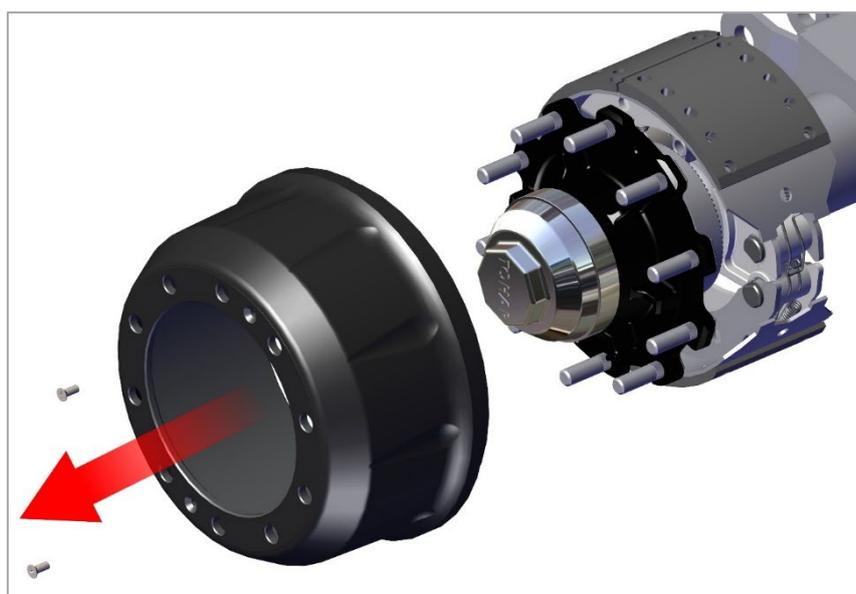

Рис. 13. Снятие барабана
2) Снимите барабан, как показано на рис. 13.